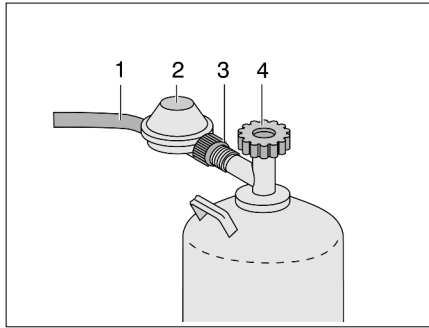

Bild 47 Anschluss Gasflasche
- ▶ Haupt-Absperrventil (Bild 47,4) an der Gasflasche schließen. Pfeilrichtung beachten.
- ▶ Gasdruckregler (Bild 47,2) festhalten und Rändelmutter (Bild 47,3) öffnen (Linksgewinde).
- ▶ Gasdruckregler mit Gasschlauch (Bild 47,1) von der Gasflasche abnehmen.
- ▶ Gasdruckregler (Bild 47,2) mit Gasschlauch (Bild 47,1) an die Gasflasche ansetzen und Rändelmutter (Bild 47,3) von Hand fest zudrehen (Linksgewinde).